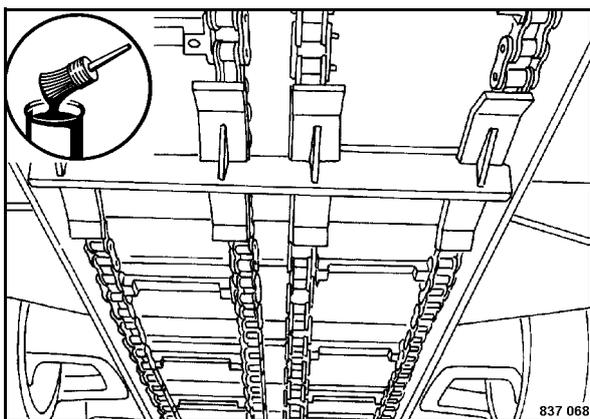

Fig. 161
- Ingrassare le maglie (Fig. 161) con un pennello.